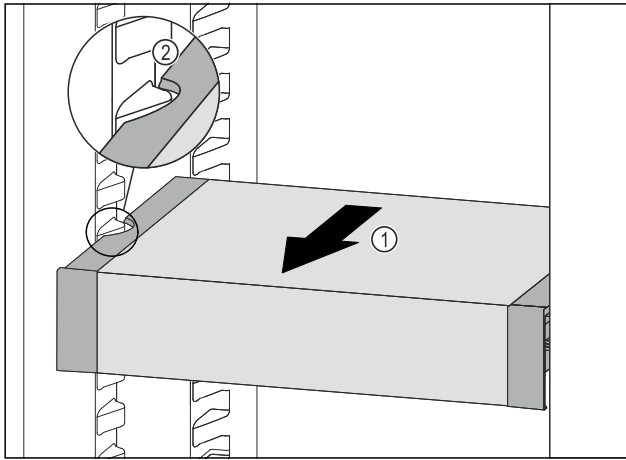

Fig. 107
- VarioSafe nach vorne ziehen Fig. 107 (1), bis sich die seitlichen Aussparungen des VarioSafes auf Höhe der Behälterrippe im Kühlteil befinden. Fig. 107 (2)